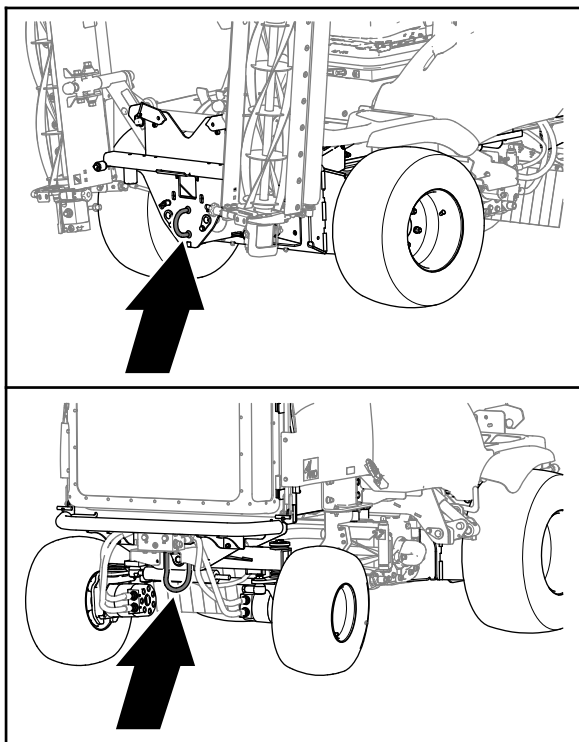

Bild 35
5. Setzen Sie eine **starre** Abschleppstange zwischen der Abschleppöse vorne an der Maschine und dem Zugfahrzeug ein Bild 35.